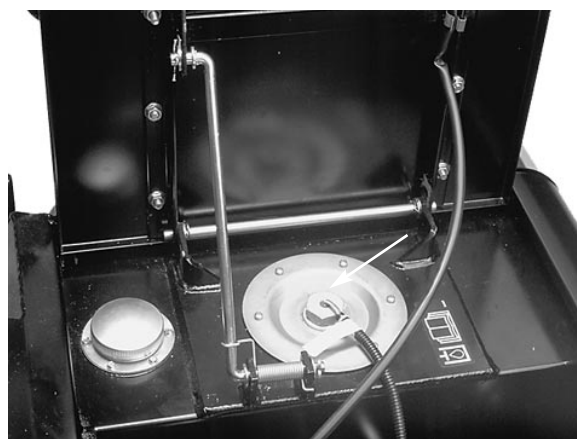

Fig. 33
2. Rengør området omkring beholderdækslet (Fig. 33). Fjern dækslet og hæld hydraulikolie på, indtil oliestanden er på højde med pilene på oliestandsglasset (Fig. 32)